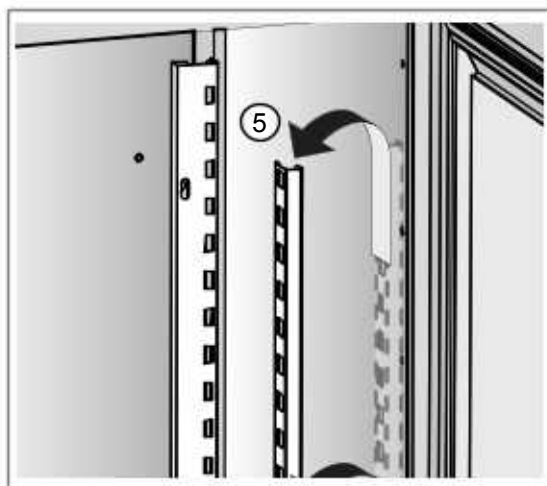

Abb. 6.3 - Stahloberflächen reinigen
2. Reinigen der eingelegten Zellen (5 - Abb. 6.3)